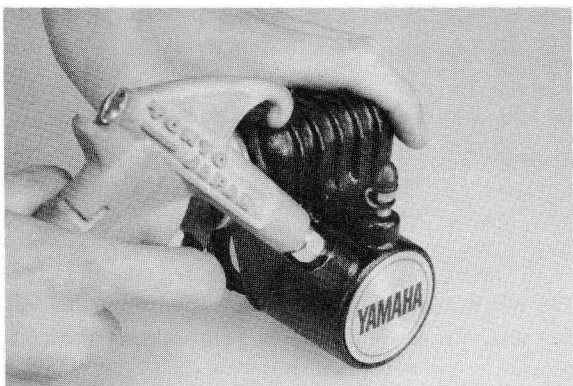

Fig. 3-3-30
10) Ta ut kolven från tångcyklinderns sida genom att införa tryckluft i cylindern genom bromsoljeinloppet. Kolvarna får i intet fall som helst tryckas till med en skruvmejsel. (Se Fig. 3-3-30)
10) Tangcylinderens stempel presses nedad ved at puste trykluft ind i cylinderen gennem væskeåbningen. Forsøg aldrig at presse stemplerne ned med en skruetrækker. (Fig. 3-3-30)